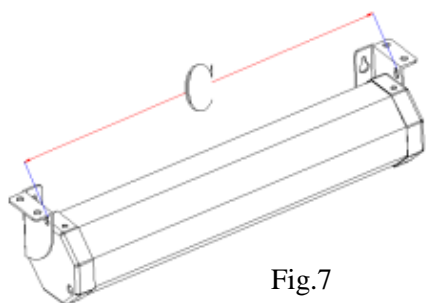

Fig.7
1. Mesurer la distance C (voir la figure 7) entre les trous au-dessus des deux embouts avec un ruban à mesurer. Marquer l'emplacement des trous à percer et forer les trous de vis au plafond.